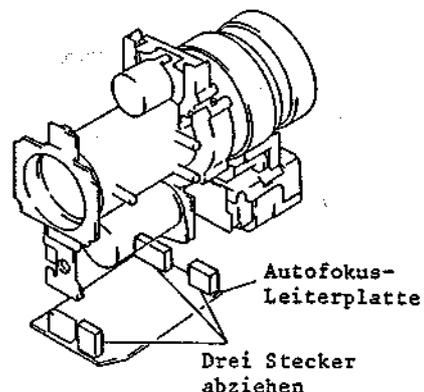

Abb. 2-103 Ausbau der Blendeneinheit
4-5 Ausbau der Blendeneinheit (Abb. 2-103, 2-104, 2-105)
3. Drei (3) Stecker (CN2A, CN3A, CN4A) abziehen (siehe Abb. 2-103).